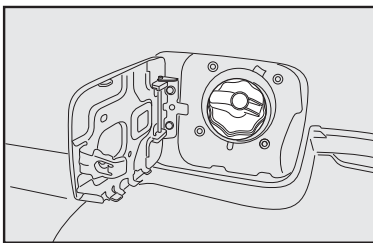

fig. 132
- Para algumas versões, segure a tampa e gire a chave no sentido anti-horário; prossiga girando a tampa **fig. 132** até o seu completo desalojamento.